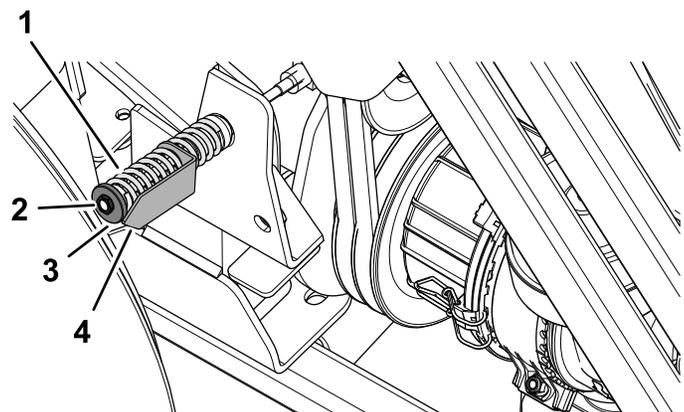

Figure 89
5. Au besoin, tournez l'écrou du tendeur de la poulie de tension jusqu'à ce que la flèche d'indication de tension soit alignée sur la surface extérieure de la rondelle (Figure 89).
8. Desserrez l'écrou du tendeur de la poulie de tension ; voir Figure 89 sous Contrôle de la tension de la courroie de PDF (page 68).